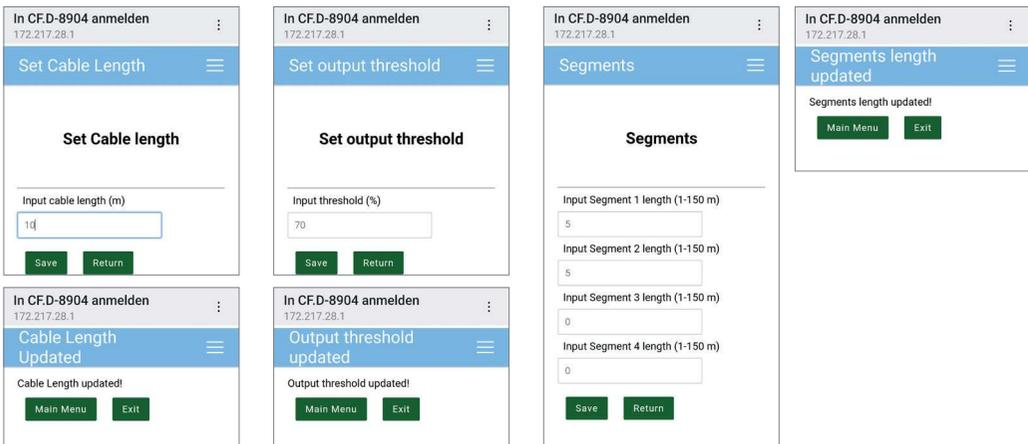

Abbildung 12: Set Cable length
- Über die Schaltfläche "Set Cable Length" gelangen Sie zu dem Eingabefeld für die Leitungslänge. Tragen Sie die Leitungslänge für die an dem CF.D Modul angeschlossene überwachte Leitung an Port 3 ein und betätigen Sie die Schaltfläche „Save“ (siehe Abbildung 12).